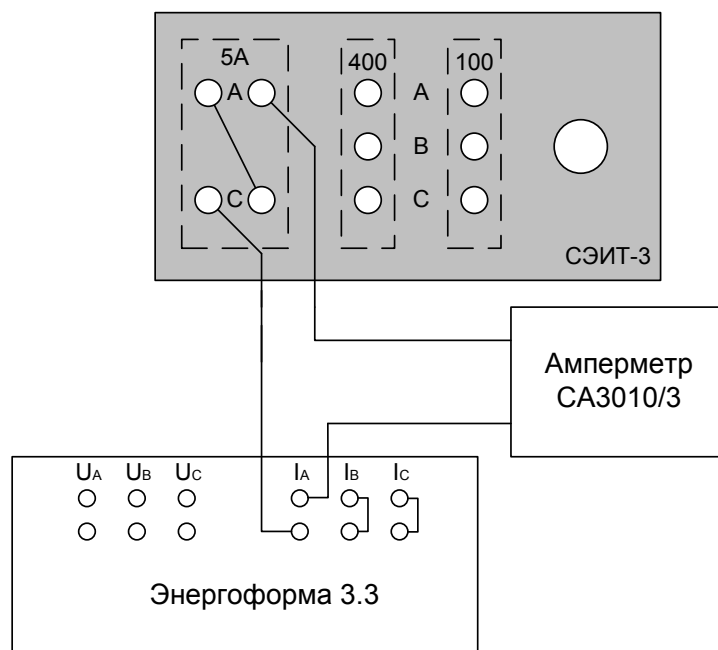

Рис. 15
3.2.6.1. Собирается схема юстировки рис. 15.